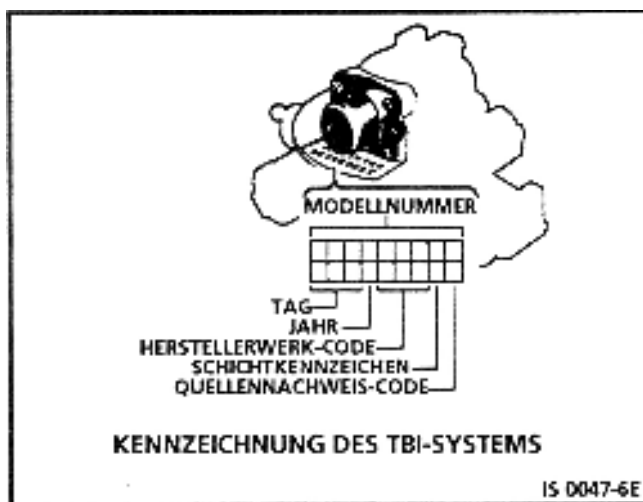

Bild 3.2-3 Kennzeichnung des TBI-Systems
Die Kraftstoffzumessungsanlage ist durch eine aufgerollte (8) achtstellige Modellnummer mit Tag (Julian), Jahr, Herstellerwerk-Code, Schicht-Kennzeichen und Quellennachweis-Code gekennzeichnet. In Bild 3.2-3 ist die Rollmarkierung dargestellt. Diese Modellnummer muss bei der Ersatzteilbestellung angegeben werden. Falls das TBI-System ausgebaut werden muss ist darauf zu achten, dass das Drosselventil oder die Dichtfläche nicht beschädigt werden.